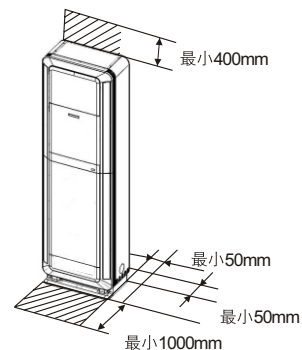

图1 操作空间
- (1) 室内机周围应留有足够空间, 否则会妨碍室内空气流通及日后的维修工作, 如图1所示。